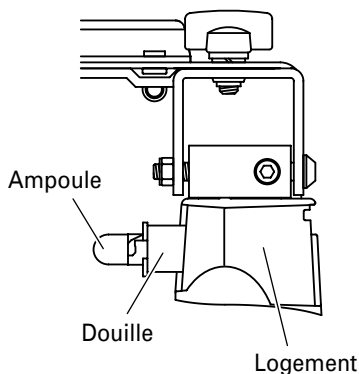

Fig. 21 <Vue du haut>
- (3) Retirer l'ampoule de la douille (Fig. 21).
- Pour fixer la douille au logement, aligner la douille sur l'orifice du logement tout en regardant le dos de la douille comme indiqué à la Fig. 21, puis insérer la douille jusqu'à ce qu'elle touche légèrement le logement.